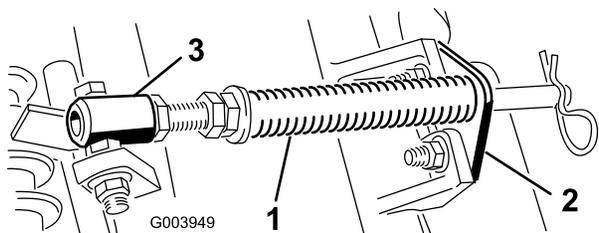

Рисунок 5
- А. Удалите два каретных болта и две гайки, которые крепят кронштейн штока к выступам режущего блока (Рисунок 5).
- В. Отверните фланцевую гайку, крепящую болт трубки пружины к выступу несущей рамы (Рисунок 5). Снимите этот узел.